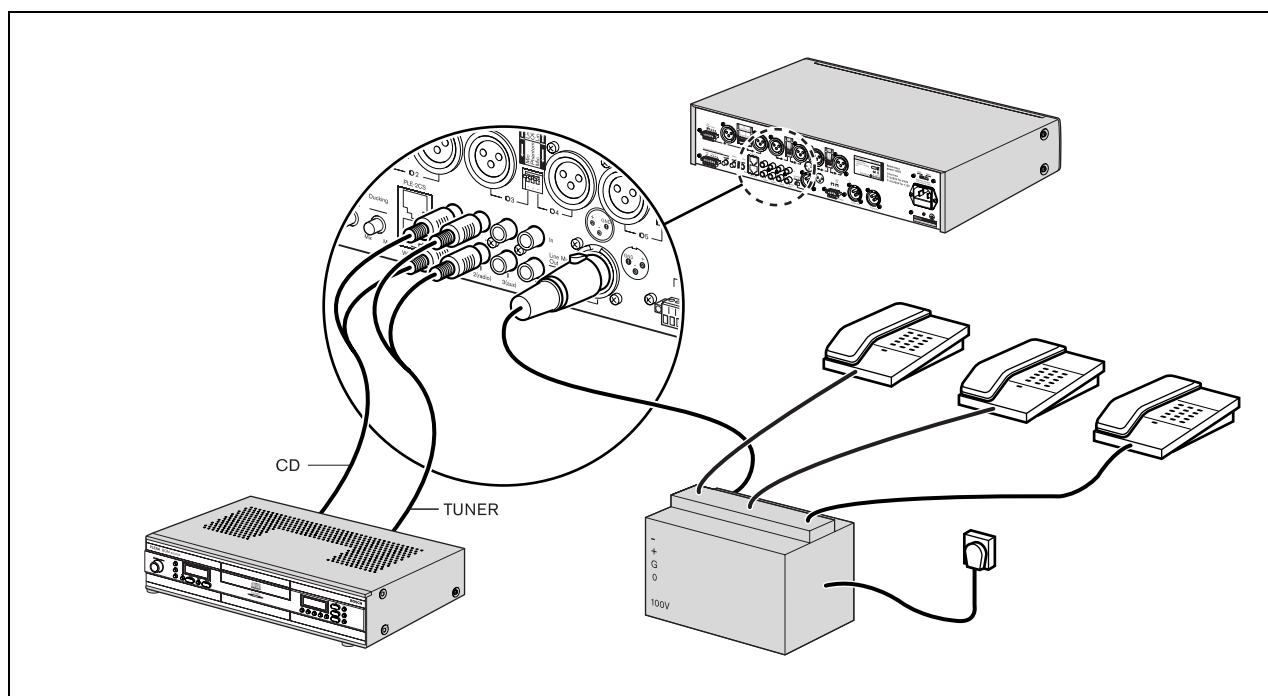

figura 4.9: Ligar entradas de fontes de música
Utilize o conector de saída principal de música (23) para providenciar uma fonte de saída de música exclusiva para outro dispositivo. Por exemplo, a saída principal de música pode ser ligada a um acoplador de telefone, para que os emissores das chamadas possam ouvir música quando são colocados em espera (consulte a figura 4.9).
Utilize a pré-saída, amp em inserção (21) equipamento de processamento de som externo (por exemplo, um equalizador ou supressor de feedback Plena) entre as fases do pré-amplificador e amplificador de potência. Consulte a figura 4.9.